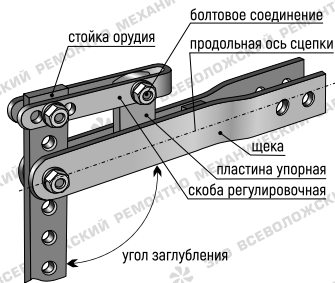
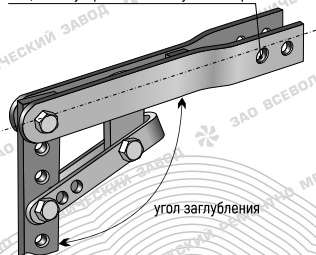

Рисунок 1. Установка сцепки опорной пластиной вверх (стандартно).
Рисунок 2. Установка сцепки опорной пластиной вниз
- установите и закрепите сцепку в сцепном устройстве агрегата упорной пластиной или винтом вверх, см. рисунок 1, 4 (при необходимости увеличения диапазона регулировки рабочей высоты стойки навесного орудия возможна установка сцепки упорной пластиной (винтом) вниз, см. рисунок 2);
- разверните регулировочную скобу или винт из транспортного положения в рабочее (см. рисунок 1, 2, 3, 4), и отрегулируйте угол заглубления орудия совмещением соответствующих отверстий в стойке и регулировочной скобе (ступенчато), либо вращением регулировочного винта (плавно). Заданный угол заглубления зафиксируйте крепежом из состава сцепки;